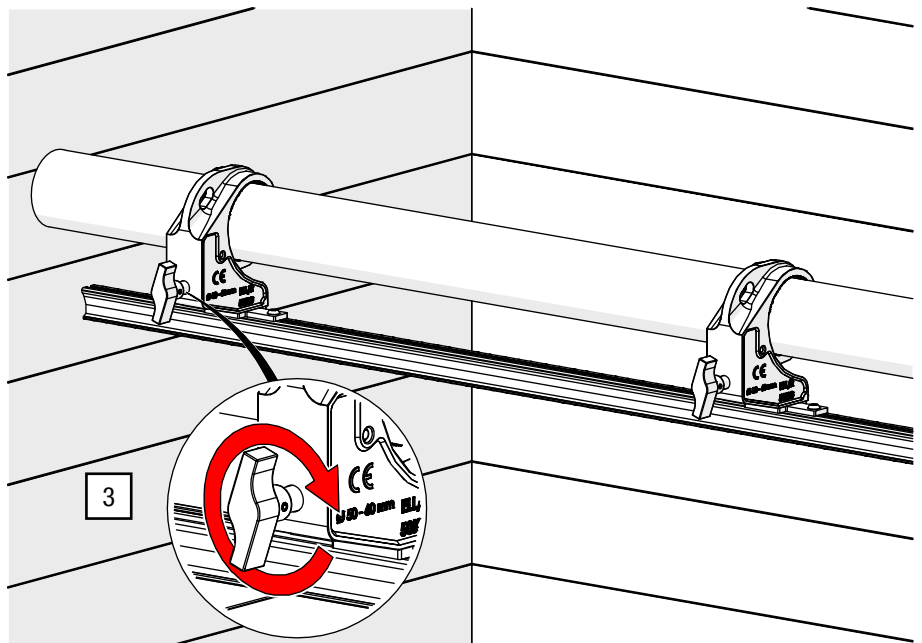

Abb. 46: G-CLAMP direkt – Auf Rohr befestigen
3. Befestigen Sie die G-CLAMP handfest am Rohr (siehe Abb. 46).